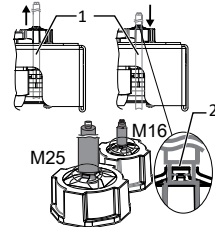

Fig. 14: Skärmstöd på EMC-skruvanslutning
- 1 Testa ledningarna (1) med avseende på spänning/tryck genom att helt öppna och stänga dörren.
- 2 Ange skärmstöds läge på EMC-förskruvningarnas klämkorg (2).
- 4 Dra tillbaka ledningarna till skärmläget tills avskärmningen av klämkorgen är klar och en förskjutning av anslutningskabeln är utesluten. [Se bild 14]